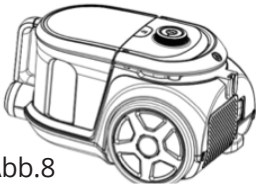

Abb.8
1. Wie auf der Abb.8, halten Sie den Staubbehälter und den Griff und drücken Sie den Entriegelungsknopf.